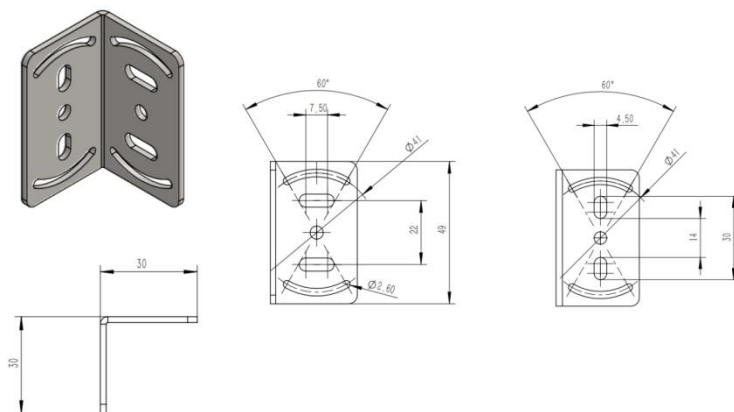
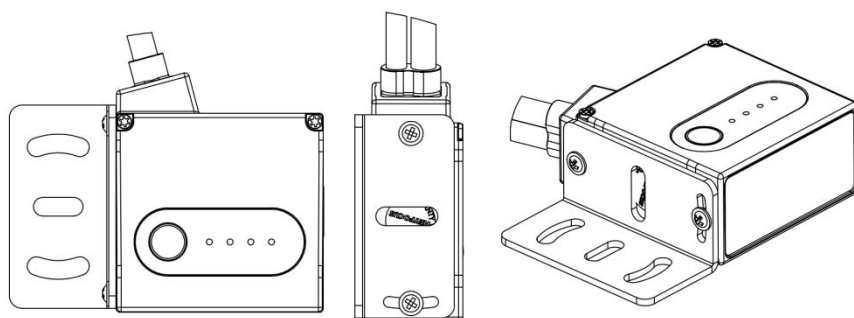

Fig 2. BA/(BC)50 安装支架尺寸(mm)
Fig 4. 支架安装示意图
2. 如果需要安装支架，请先将读码器固定在支架上，详情请参考 Fig 2-Fig 4。